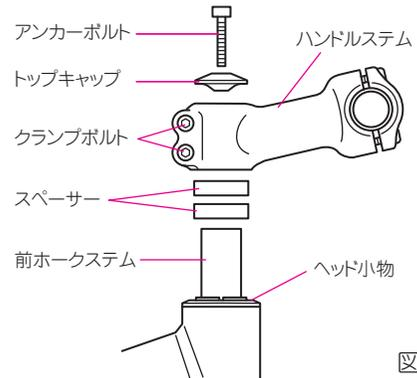

図 1
- ① 図1の順序で各部品を仮組みします(製品により仕様は若干異なります)。
- ② ヘッドの回転具合を確認しながらアンカーボルトを締め、ヘッド玉当たり調整を行います。